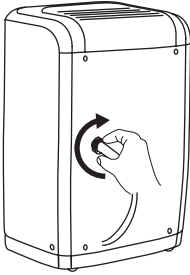

fig. 3
3. Înșurubați furtunul de grădină pe porțiunea filetată a conectorului. (fig. 3)